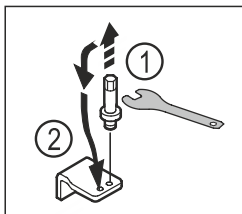

Fig. 22
- ▶ S ključem z zunanjim šestkotnikom velikosti 5 odvijte sornik spodnjega ležajnega podstavka. Fig. 22 (1)
- ▶ Sornik vstavite na nasprotni strani. Fig. 22 (2)